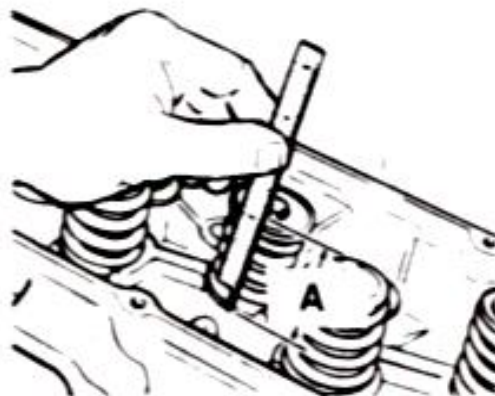

Fig. 3.25 Medición de la altura de un resorte de válvula instalado
15. Revise la altura del resorte de válvula instalado: Mida la distancia entre la almohadilla del resorte y la orilla inferior del retén del resorte y compárela con la indicada en las especificaciones. Si la altura del resorte es incorrecta, ponga arandelas de calza entre la almohadilla del resorte y el resorte. (Ver Fig. 3.25)